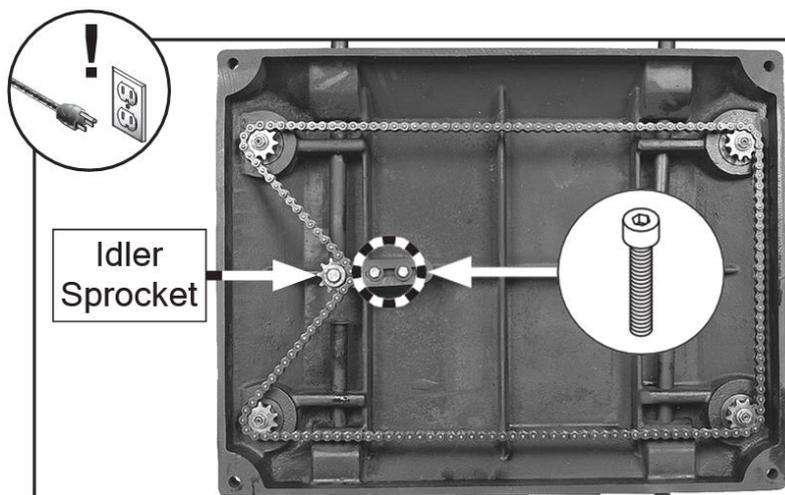

Рисунок 48. Пример цепи для регулировки высоты стола.
2. Снимите панель доступа к двигателю, чтобы получить доступ к цепи регулировки высоты стола (см. рис. 48).
3. Ослабьте два винта крепления цепи (см. рис. 48), затем слегка прижмите натяжную звездочку к цепи, чтобы устранить провисание цепи. Поддерживая давление на натяжную звездочку, затяните винты крепления.